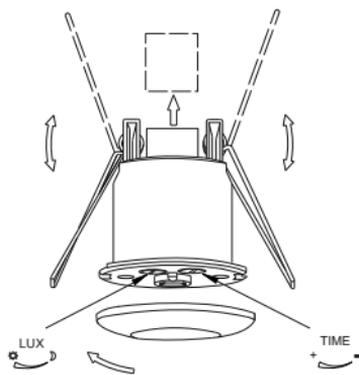

Рисунок 6 – Монтаж
– снять прозрачную крышку, защищающую контактные зажимы (рисунок 6).